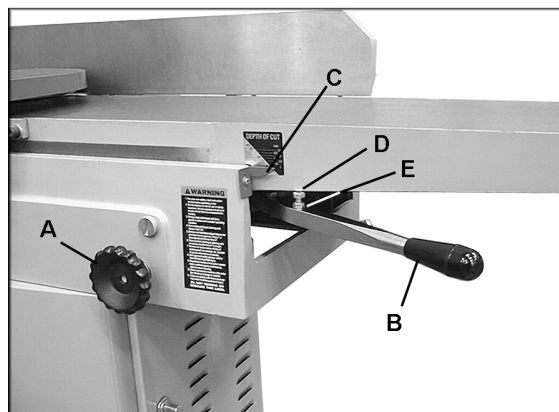

Рис. 17
1. Для установки глубины резания ослабьте маховик (А, Рис. 17), поворачивая его против часовой стрелки.
2. Поднимайте или опускайте регулировочный рычаг (В, Рис. 17), чтобы увеличить или уменьшить высоту подающего стола. Указатель (С, Рис. 17) показывает глубину резания на расположенной рядом шкале.
3. Плотно затяните маховик (А, Рис. 17).
Стопорный винт (D, Рис. 17) подающего стола должен быть установлен таким образом, чтобы подающий стол был точно выровнен с ножами (указатель шкалы должен быть на нулевой отметке), когда винт касается стола. Стопорный винт был отрегулирован на заводе-изготовителе, но оператору следует проверить регулировку перед началом использования фуговального станка. По мере эксплуатации станка регулировку винта следует периодически проверять.
Регулировка высоты подающего стола осуществляется по тому же принципу, что и регулировка разгрузочного стола. Установите поверочную линейку так, чтобы она проходила через разгрузочный стол, ножевой вал и подающий стол. Ослабьте шестигранную гайку (Е, Рис. 17) и при необходимости отрегулируйте стопорный винт (D, Рис. 17). По завершении затяните шестигранную гайку (Е, Рис. 17).
указатель шкалы (С, Рис. 17) выходит за ее пределы, ослабьте указатель с помощью отвертки и установите его на нулевую отметку. Затем снова затяните винт.